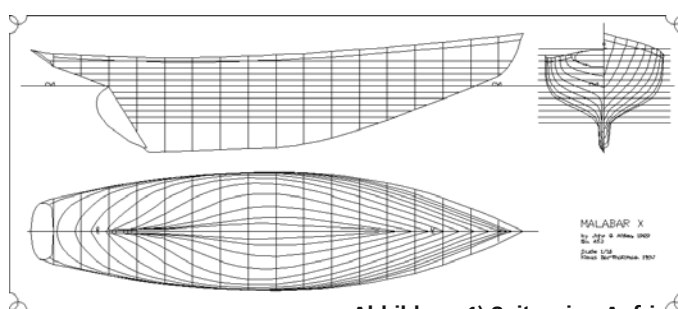

Abbildung 1) Seitenriss, Aufriss, Spantenriss zur Darstellung des Rumpfs
Die Breite der Wasserlinie (BWL) kann aus dem Spantenriss entnommen werden. Sie ist die größte Breite des Rumpfs in der Ebene der Konstruktionswasserlinie. Die BWL hat einen großen Einfluss auf die Stabilität eines Boots gegen Krängung. Je breiter ein Boot ist, umso weniger kippelig ist es. Eine Beobachtung, die sicherlich jeder schon mal gemacht hat. In der Fachsprache nennt man dieses Phänomen Formstabilität. Ein breites Boot hat eine hohe Formstabilität, ein schmales eine geringe. Stellt man sich das nun im dreidimensionalen Raum vor (siehe Abbildung 1), sieht man, dass der Rumpf die Ebene der Konstruktionswasserlinie schneidet. Der innerhalb des Rumpfs liegende Teil dieser Ebene wird als Wasserlinienfläche (AW) bezeichnet. Innerhalb dieser Fläche ist die größte Länge die LWL und die größte Breite die BWL.